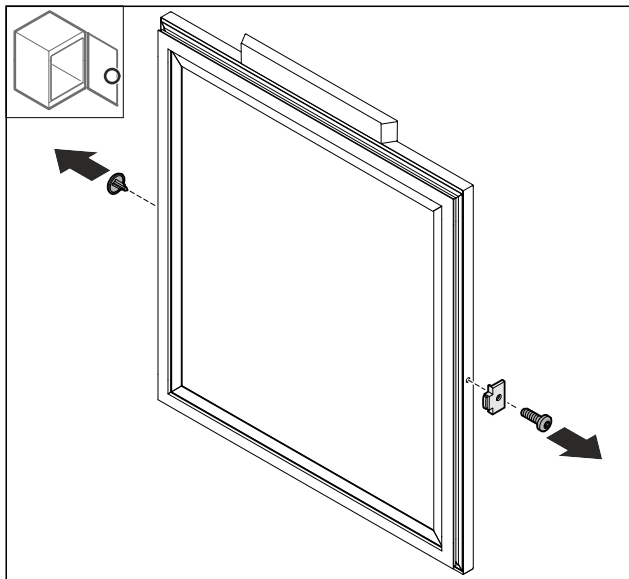

Fig. 69
- ▶ Odstranite pokrov Fig. 69 (1).
- ▶ Demontirajte nastavek za vrata Fig. 69 (2).